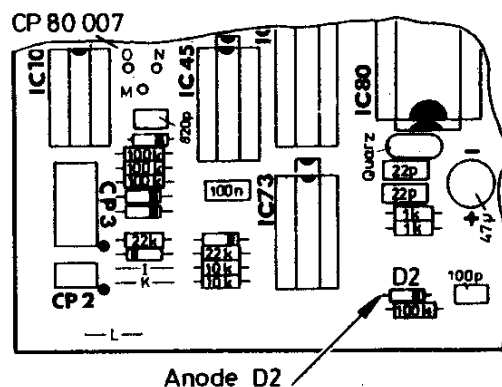

Bild 50.
7.7.3. Rote Meßgeräteleitung (Meßgeräteanschluß +) auf Platine CP 80 007 an Anode von Diode D 2 (Bild 50) klemmen ... ( )